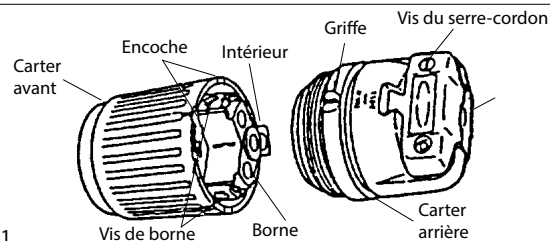

Fig. 1
- Desserrer les vis du serre-cordon et passer le cordon dans le carter arrière du dispositif (Voir la figure 1). Lorsqu'on utilise un cordon 4/4, remplacer les vis du serre-cordon par les plus longues qui sont fournies.